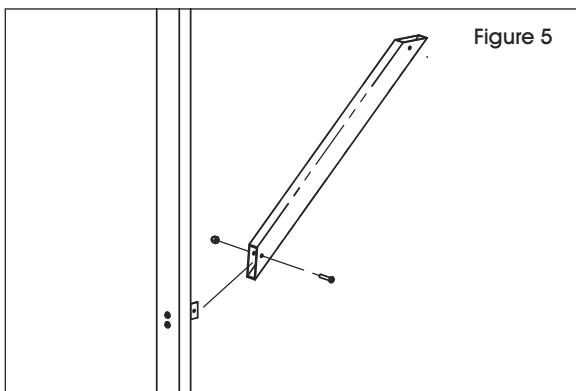

Figure 5
7. Fixez un renfort à chaque patte à l'aide d'une vis de 1 po et d'un écrou borgne. Le renfort glisse sur le petit support en U. Répétez l'opération pour l'autre patte. (Voir Figure 5)